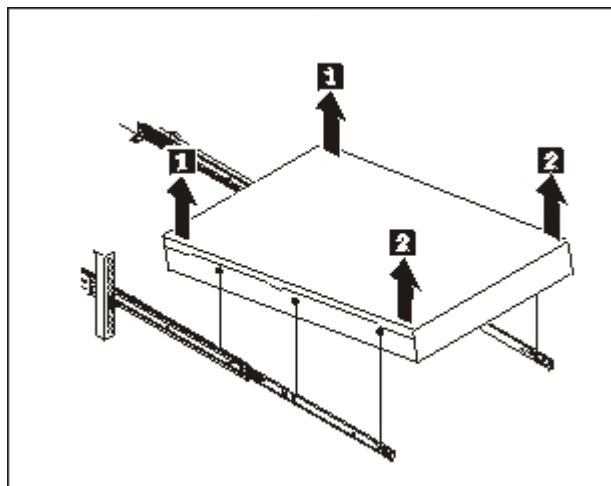

図 21. スライド・レールからアプライアンスを持ち上げる
2. 57 ページの図 21 に示すように、アプライアンスをスライド・レールから外して持ち上げます。